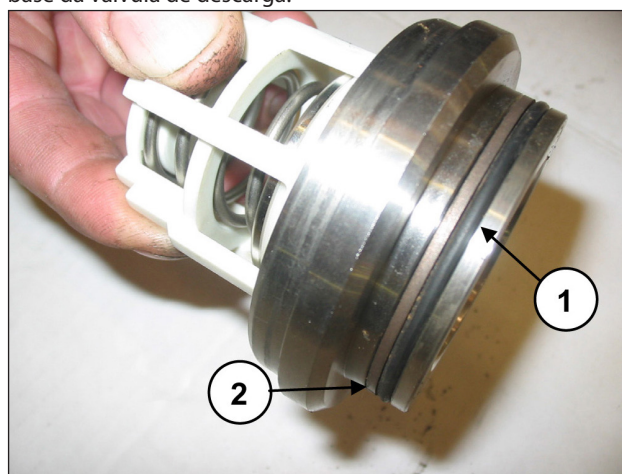

Fig. 117
Monte o O-ring, pos. de explosão nº 5 (pos. ①, Fig. 117) e o anel anti-extrusão, pos. de explosão nº 15 (pos. ②, Fig. 117) na base da válvula de descarga.